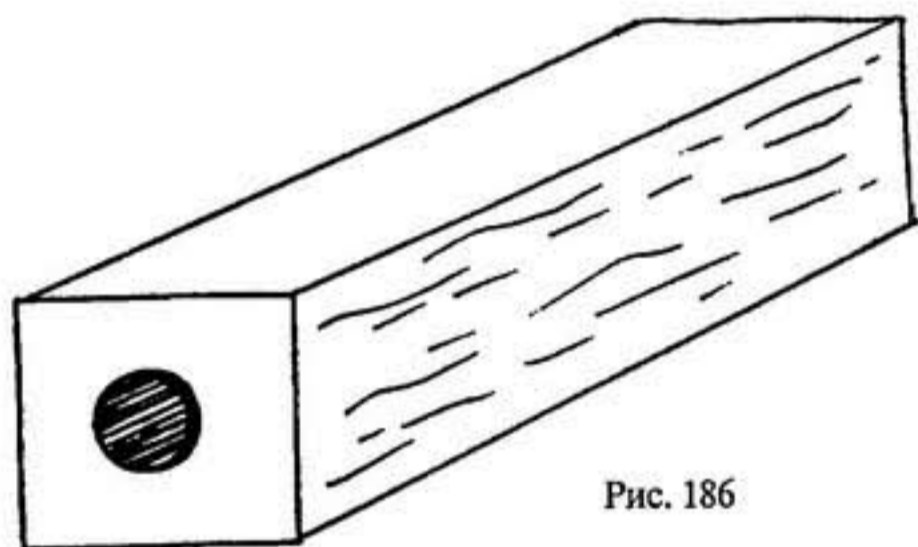

Рис. 186
2. *Промежуточные брусочки.* Две эти детали имеют квадратное сечение 20 × 20 мм, длину — 60 мм. По продольной оси сверлится сквозное отверстие диаметром 8 мм (рис. 186), куда потом будут вставляться деревянные нагели, с помощью которых вы соедините отдельные детали в изделие — ручку. (Изготовление нагелей описано в уроке 8.)